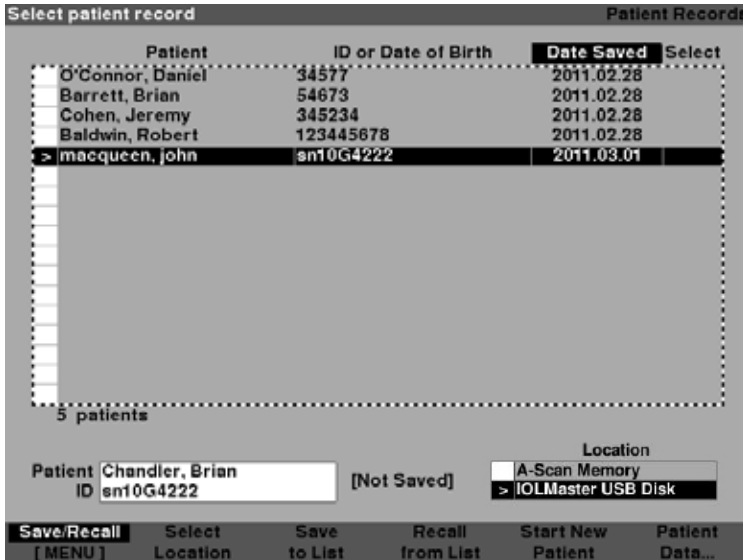

Figura 11-1 Tela de Registro de paciente
1. Pressione o botão de Registros de paciente localizado à direita do instrumento. A tela de Registro do paciente, conforme mostrado na Figura 11-1 na próxima página será exibida.